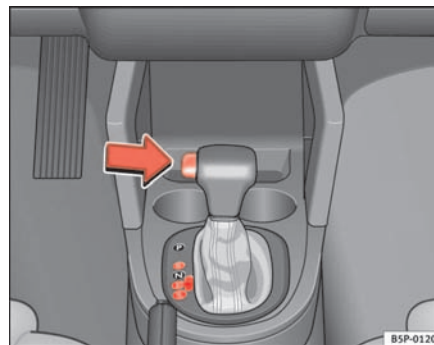

Fig. 138 Guida
- Premere il pulsante del pomello (posto sulla sinistra dello stesso, ⇒ fig. 138).